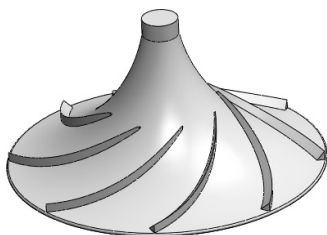

图 4-31 阵列效果
STEP 13 单击“特征”工具栏中的“圆周阵列”按钮, 选择 **STEP 12** 创建的扫描特征为“要阵列的特征”，扫描个数设置为 8，以 360° 的等间距方式，以顶部圆柱面的中心轴为旋转轴，执行“阵列”操作，效果如图 4-31 所示。